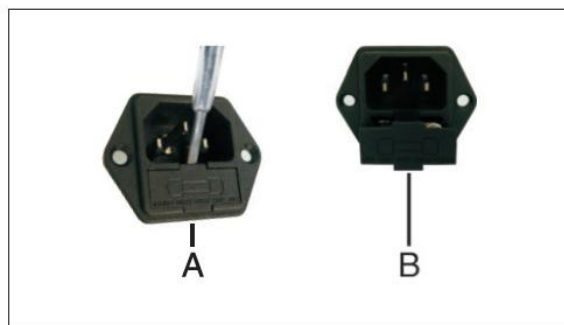

Рисунок 12
10.1 Вставьте плоский наконечник отвертки в выемку в отсеке предохранителей под розеткой и используйте ее как рычаг (Рис. 12-Ref.A);
10.2 Извлеките отсек предохранителей (рис. 12-поз. В);
10.4 Поставьте предохранители назад (Рис.12-Поз. В).